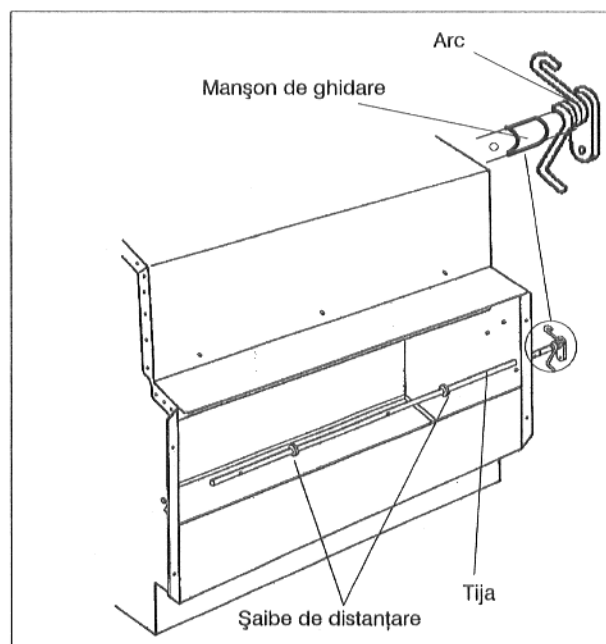

Fig. 2
- Manșonul conducător și arcul se introduc pe tijă (Fig. 2).
- Se va introduce tija prin orificiul din dreapta (Fig. 2).
- Se vor introduce pe tijă cele două șaibe de distanțare și capătul tije se va introduce în orificiul din stânga (Fig. 2).